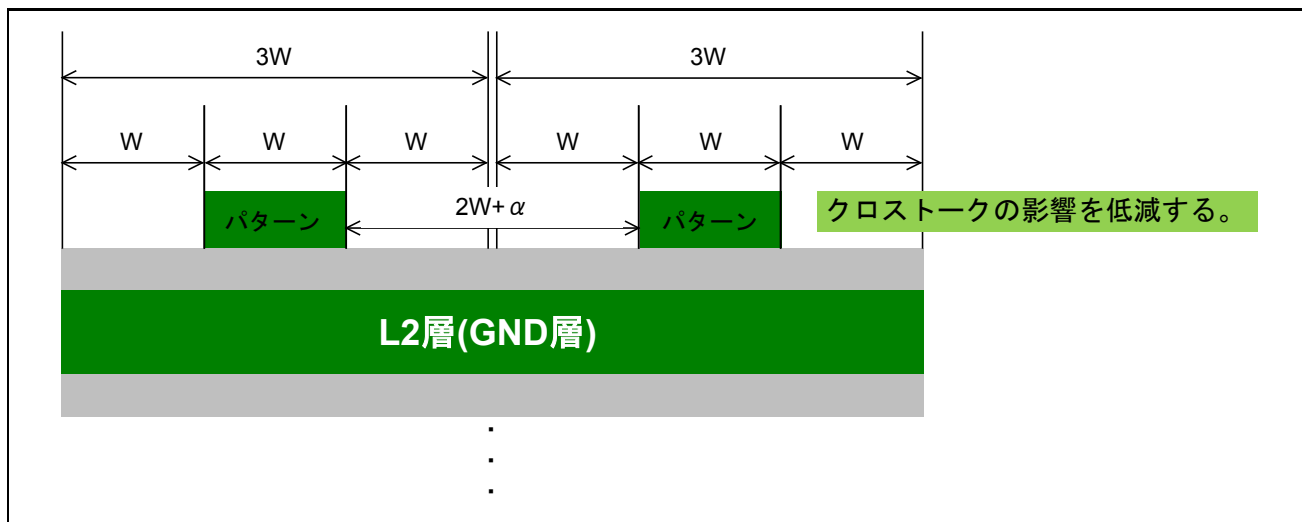

図 4 3W の規則
9. SDRAM 信号および MII/RMII 信号のパターン間は、 $3W$ の規則(ライン幅 W に対し $2W+\alpha$ 以上)で設計します。(図 4 参照)